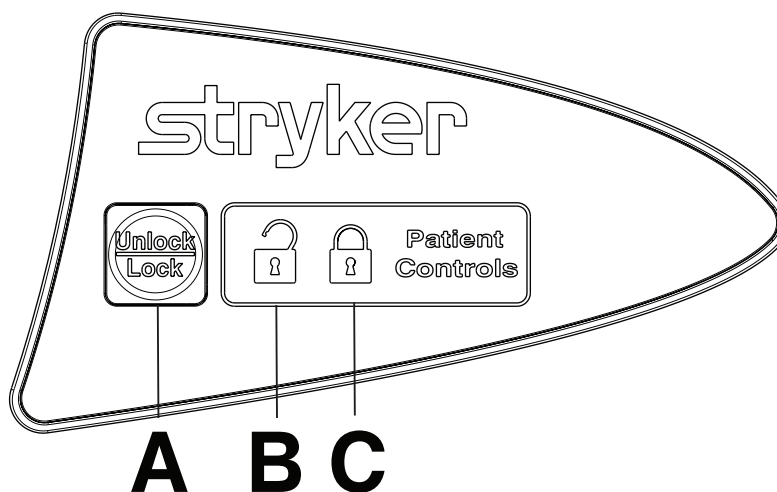

Figura 15 – Bloqueo del panel de control del paciente
Para bloquear el panel de control del paciente de las barras laterales, pulse **Unlock/Lock** (Desbloquear/Bloquear) (A) una vez (Figura 15).